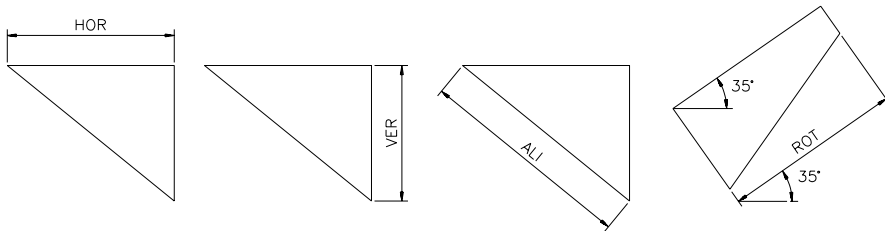

Fig. 5.8
- **Comenzi de dimensionare liniară LIN(ear).** Acest set oferă următorul meniu (fig. 5.8):